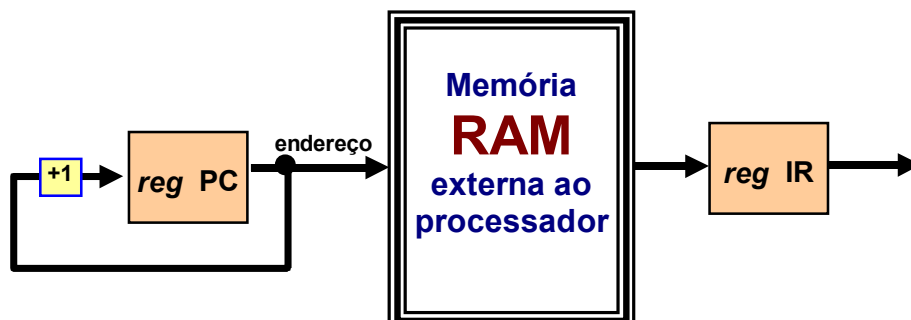

Figura 2 - Hardware para executar a busca.
- A Figura 2 ilustra os componentes de hardware para a execução do ciclo de busca da instrução.